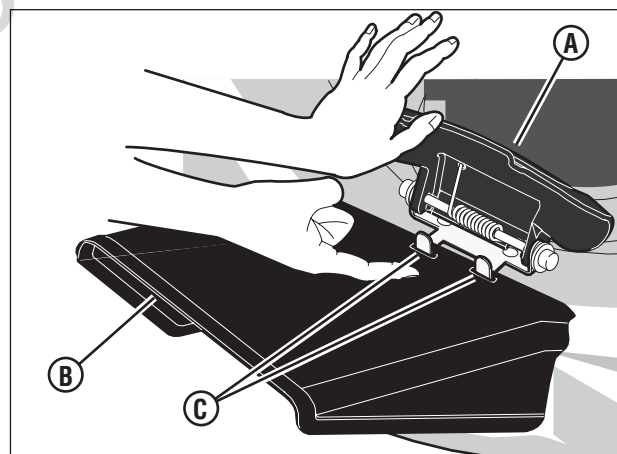

Figura 8: Instalación del deflector de descarga
1. Levante la tapa de la desmenuzadora (**A**, **Figura 8**).